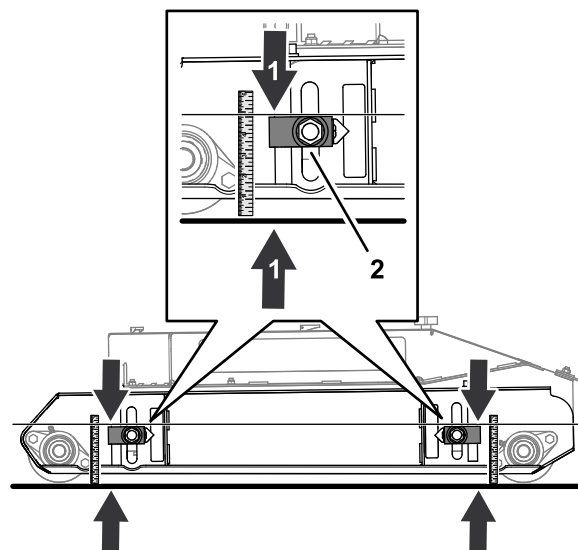

Figure 79
- Desserrez l'écrou qui fixe le bloc de réglage de hauteur de coupe (Figure 79).
- Montez ou descendez le dispositif de réglage de hauteur de coupe jusqu'à ce que le haut du bloc de réglage soit à 124 mm (4 7/8 po) du sol (Figure 79).